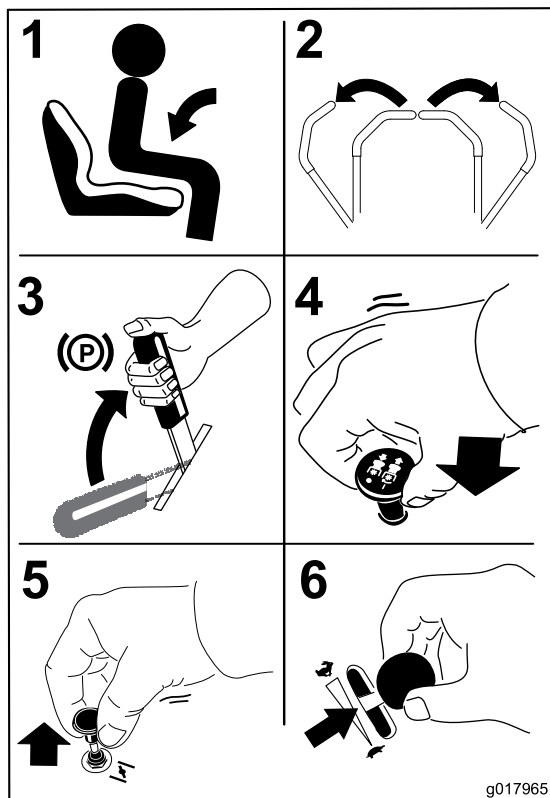

Figure 14
1. Asseyez-vous sur le siège (Figure 14) et attachez la ceinture de sécurité.
2. Écartez les commandes de déplacement vers l'extérieur en position de verrouillage au point mort (Figure 14).
3. Serrez le frein de stationnement (Figure 14); voir Serrage du frein de stationnement.
4. Placez la commande des lames (PDF) en position désengagée (Figure 14).
6. Placez la commande d'accélérateur à mi-course entre les positions bas et haut régime (Figure 14).